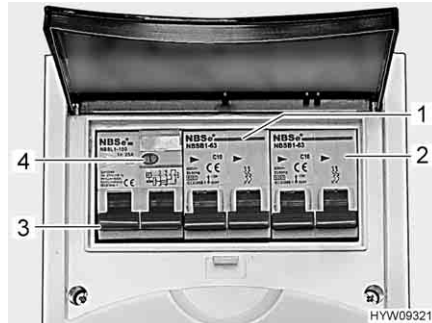

Fig. 54 Interruttore di sicurezza e interruttore automatico FI (scatola dei fusibili a 230 V)
Un interruttore di sicurezza per correnti di guasto (interruttore automatico FI) (Fig. 54,3) nella scatola dei fusibili protegge l'intero veicolo da correnti di guasto (0,03 A).
L'interruttore di sicurezza collegato in serie (10 A) (Fig. 54,1) protegge le prese da 230 V, il frigorifero e la centralina elettrica.
Un ulteriore interruttore di sicurezza (16 A) (Fig. 54,2) consente di proteggere altri apparecchi.
- Se il veicolo è collegato all'alimentazione a 230 V, premere il tasto di controllo (Fig. 54,4). L'interruttore di sicurezza per correnti di guasto (FI) deve scattare.